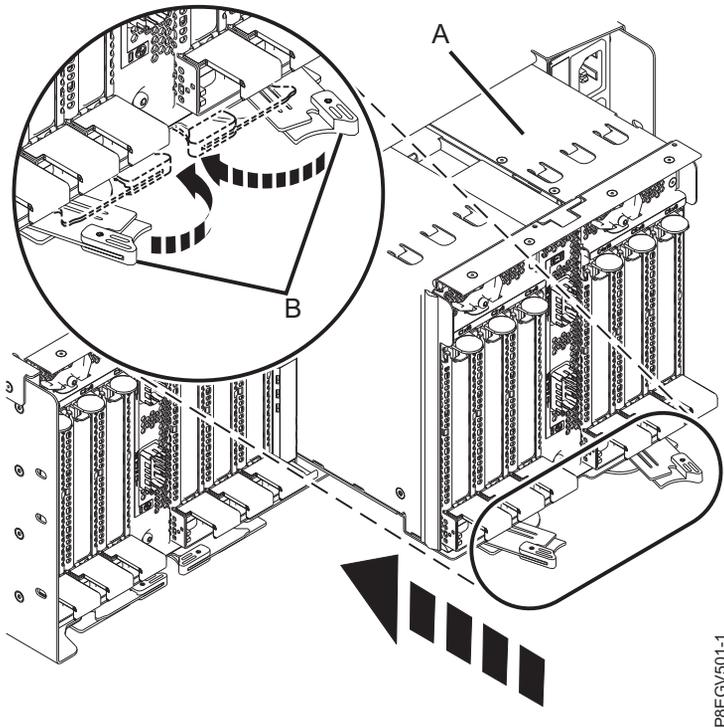

Abbildung 8. Entriegelungshebel am PCIe3-Fanoutmodul mit 6 Steckplätzen schließen
5. Drücken Sie die Entriegelungshebel (**B**) am PCIe3-Fanoutmodul mit 6 Steckplätzen (**A**) zum System, bis sie einrasten. Siehe Abb. 8 auf Seite 9.